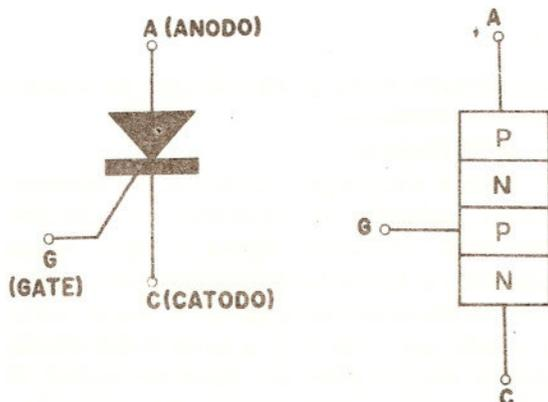

figura 3
- Na figura 3, pág. 28, o capacitor C está invertido
O circuito de controle é composto por um SCR, R1 e R2 sendo este último um trimpot que regula a sensibilidade do sensor, o coração do circuito é o SCR (Diodo Controlado de Silício) que é formado por uma estrutura do tipo PNPN como mostra a figura 3, a corrente de porta (Gate) serve para iniciar a condução ou disparar o SCR, o que é geralmente acionado por um pulso aplicado à porta (Gate). Em nosso caso esse pulso ocorre quando o bebê urinar uma vez em condução o SCR se torna equivalente a um diodo diretamente polarizado.